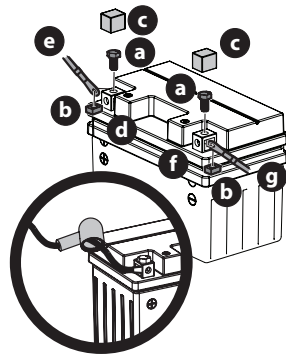

Figura 19
1. Extraiga los pernos hexagonales (a) y las tuercas (b) instalados de fábrica en el extremo del arnés de cables. Guarde los herrajes para uso posterior (Figura 19).
2. Retire la cubierta plástica (c), si está presente, del borne positivo de la batería (d) y una el cable rojo (e) al borne positivo de la batería (b) utilizando uno de los pernos hexagonales (a) y las tuercas (b) que se extrajeron en el paso 1. Use un destornillador Philips (Figura 19).
3. Coloque el capuchón de caucho rojo por encima del borne positivo de la batería (d) para protegerlo contra la corrosión (Figura 19).
4. Retire la cubierta plástica (c), si está presente, del borne negativo de la batería (f) y una el cable negro (g) al borne negativo de la batería (f) utilizando el perno hexagonal restante (a) y la tuerca (b) (Figura 19).